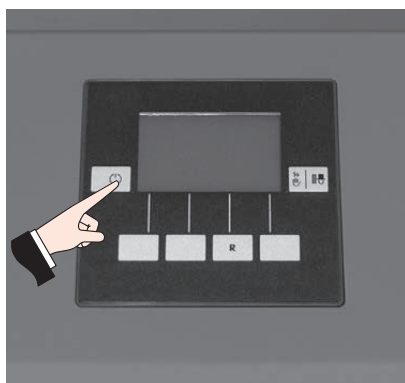

Fig. 6 Spegnere BioWIN lite
- Prima di aprire la porta di contenimento, spegnere assolutamente la caldaia con il **tasto ON/OFF** (vedere Fig. 6) e lasciarla raffreddare (nessuna visualizzazione sul display).